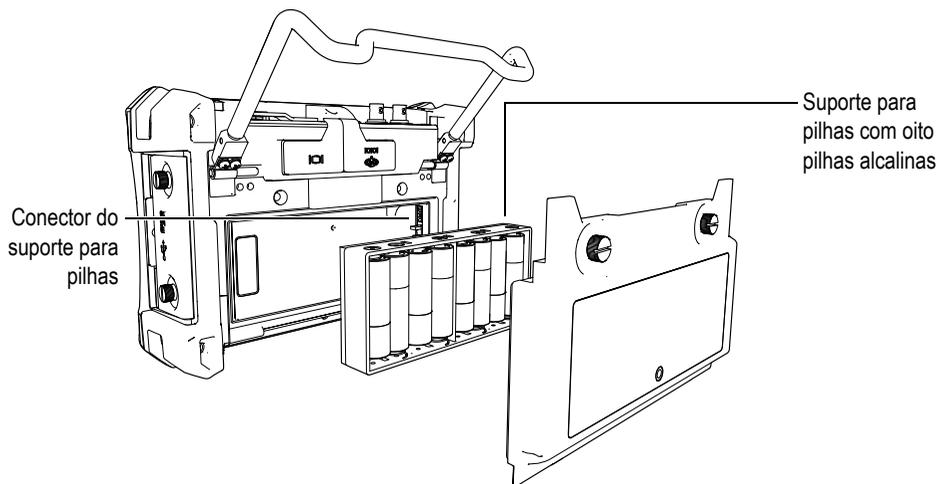

Figura 1-11 Suporte para pilhas alcalinas
6. Posicione o suporte para pilhas alcalinas no compartimento da bateria (veja a Figura 1-11 na página 34).